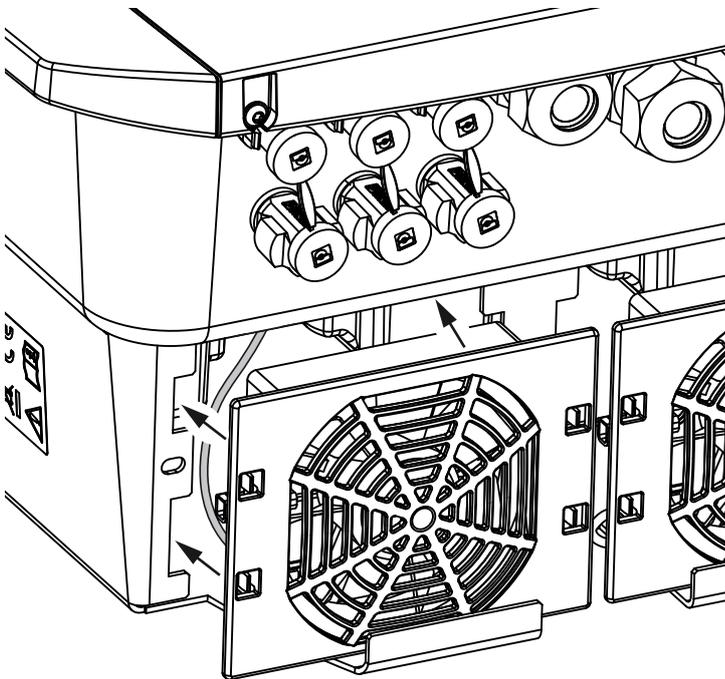

Fig. 75 : remise en place du ventilateur
- Il est correctement installé dans son cadre (sens d'écoulement de l'air). **↗ Fig. 75**